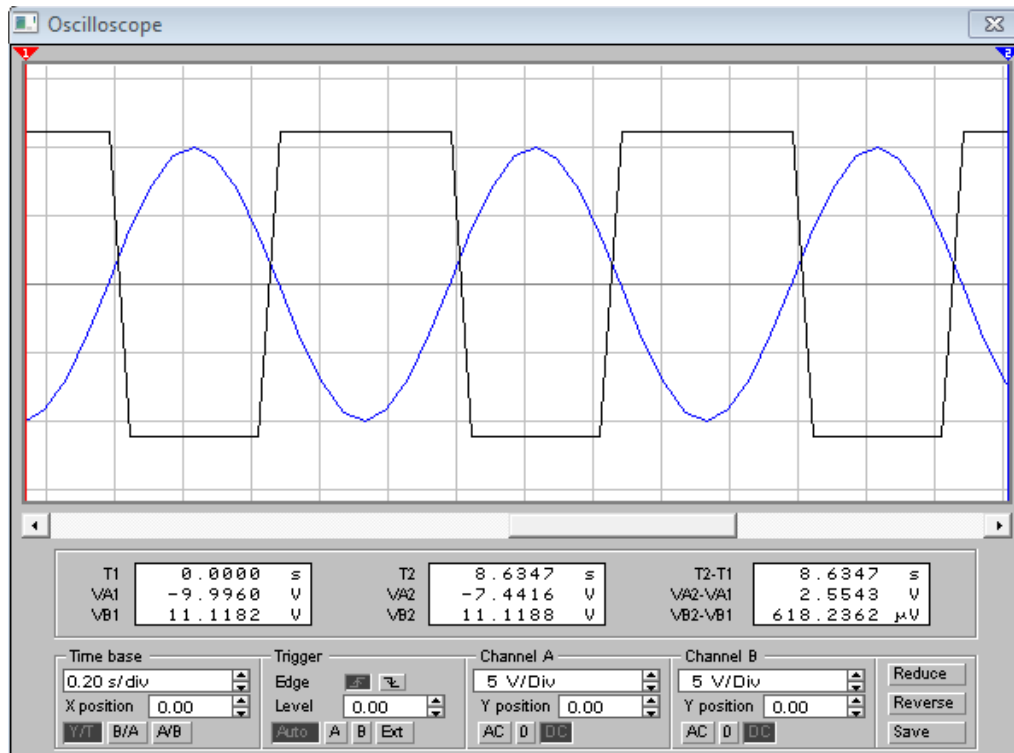

Рисунок 8.6 - Осцилограми напруг компаратора
6. З віртуального осцилографа замалювати осцилограми вхідної і вихідної напруг компаратора (рис. 8.6).